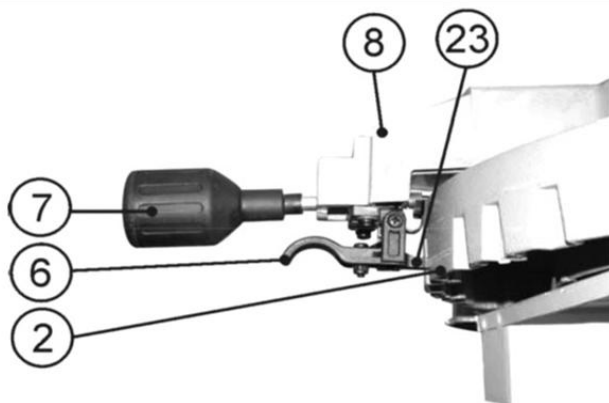

Рис. 2
### Установка и снятие пильного диска (Рис.2,7)
- Переведите защитный кожух (11) в верхнее положение так, чтобы открыть полный доступ к пильному диску (См. Рис.2).
- Выкрутите установочный винт (35) и опустите вниз рычаг (37).
- Для выполнения косого пиления необходимо ослабить винт фиксации поворотного стола (7), повернуть поворотный стол (5) (См. Рис.1), до нужного угла за рукоятку винта фиксации поворотного стола (7) и зафиксировать данное положение винтом фиксации поворотного стола (7), Рис. 2. При длительной работе с одним заданным углом периодически проверяйте точность установки, так как винт фиксации поворотного стола (7) может ослабнуть.